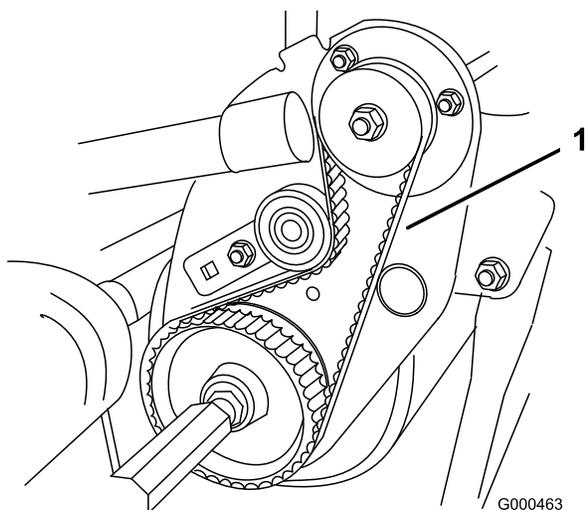

Figure 46
2. Contrôlez la tension de la courroie en exerçant une force de $1,8 \pm 0,5$ kg à mi-distance entre les poulies (Figure 46). La courroie doit présenter une flèche de 4,8 à 7,9 mm. Si ce n'est pas le cas, passez à l'étape suivante.